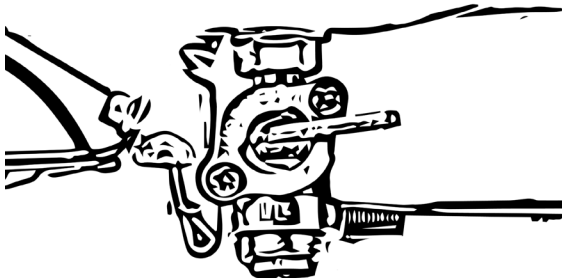

Abbildung 25
- Schalten Sie den Kraftstoffhahn auf OFF, Abb. 25.